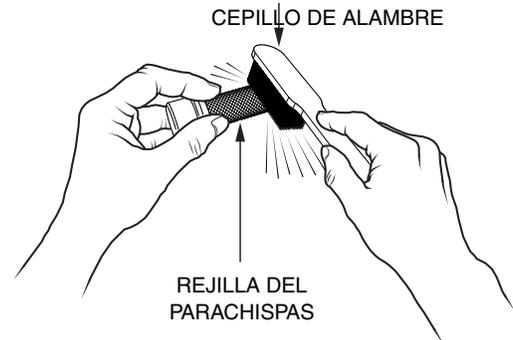

Figura 32. Limpieza del parachispas
4. Elimine cuidadosamente los depósitos de carbón de la rejilla del parachispas (Figura 32) con un cepillo de alambre.